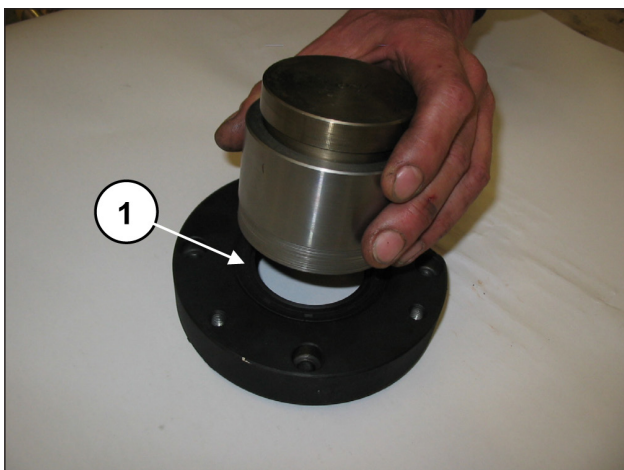

Abb. 63
Setzen Sie den radialen Dichtring in den Zapfwellen-Lagerdeckel ein. Verwenden Sie hierfür das Werkzeug Art. 27548200 (Pos. ①, Abb. 63).